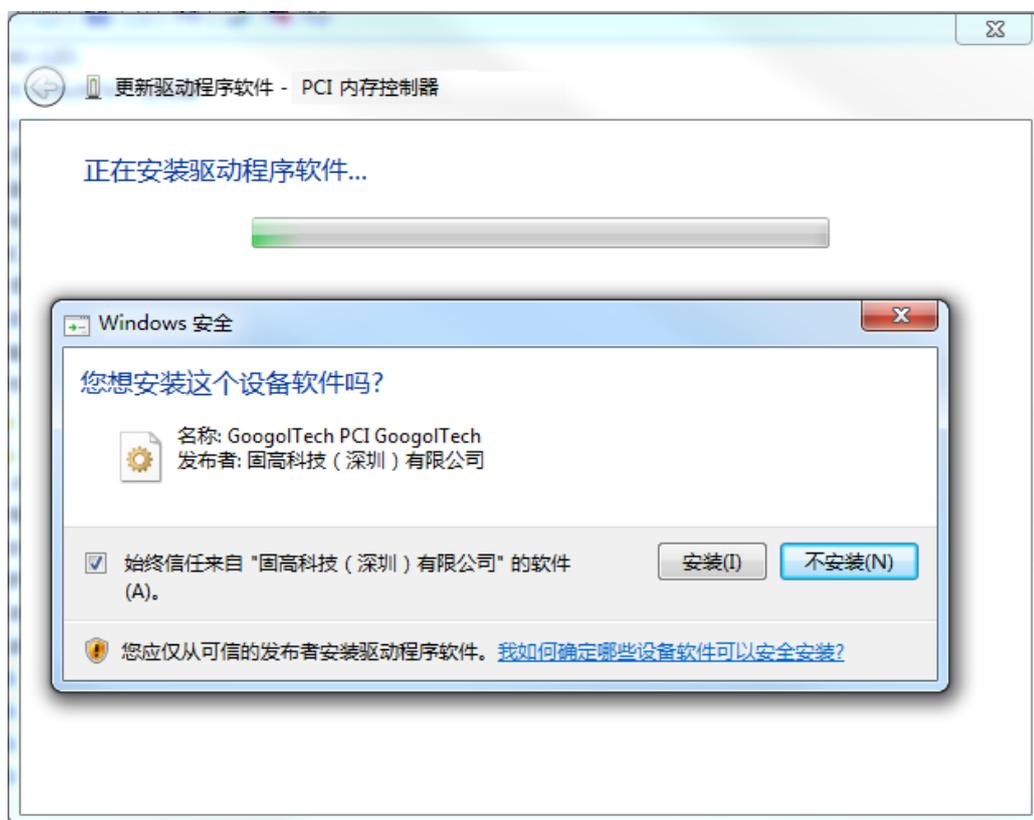

图 2-5 控制器驱动程序安装界面 5
- (5) 如图 2-5 所示, 勾选“始终信任来自“固高科技(深圳)有限公司”的软件(A)”, 点击“安装(I)”。